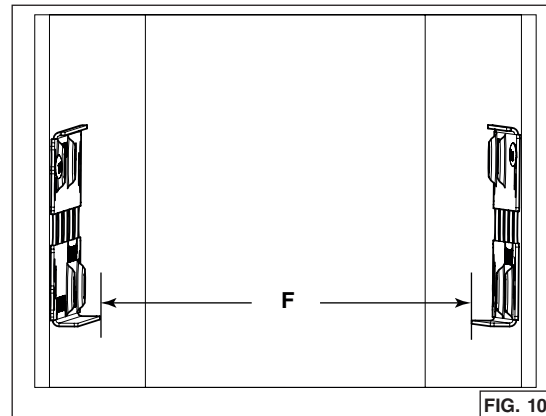

FIG. 10
6. Mesurer la distance entre les rebords du bas des deux supports (**F**) (FIG. 10). Le tableau ci-dessous indique les distances appropriées nécessaires :